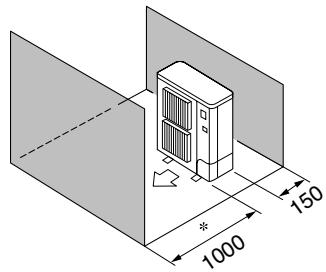

Fig. 2-6
⑤ Yalnızca önündeki ve arkadaki engeller (Fig. 2-6)